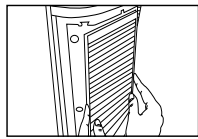

Fig. 9
5. Vuelva a colocar los filtros HEPA en la unidad principal, asegurándose de que queden bien calzados en la unidad. (Fig. 9)